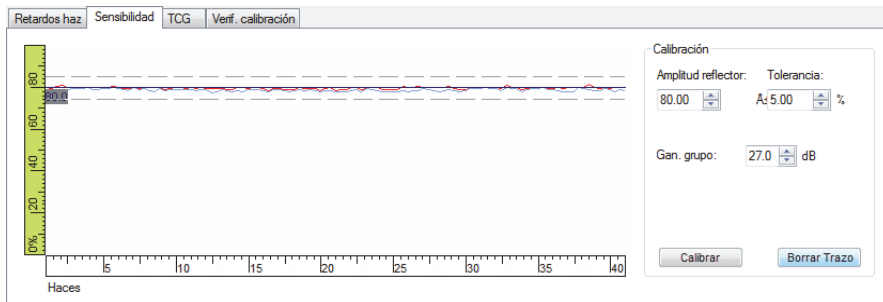

Figura 4-23 Curvas para la calibración de sensibilidad
8. Realice un nuevo escaneo arriba del reflector de referencia en el bloque de calibración para validar la calibración; verifique que la línea roja aparezca entre las líneas de tolerancia (ver Figura 4-23 en la página 129).